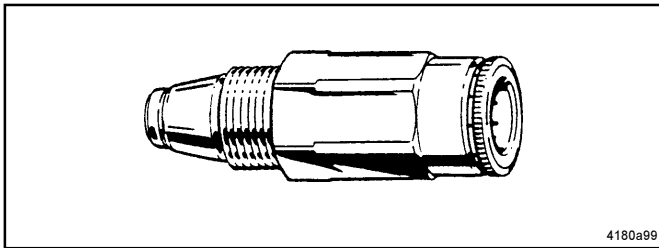

Abb. 3 - Rückschlagventil, steckbar
- Für Druckkunststoffrohr (\varnothing 6x1,5 mm; 1/4 in.) Rückschlagventil mit Standard-Zange und gerändeltem Bund verwenden, siehe Abb. 3.